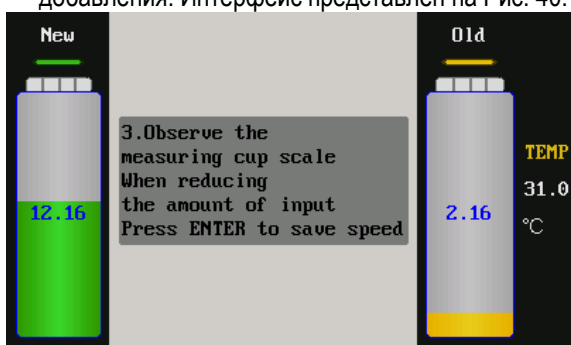

Рис. 40
- 13) Согласно подсказкам на экране интерфейса ввести объем (например, 0,3 л) моющего средства, которое следует добавить в систему, а затем нажать кнопку ENTER для начала добавления. Интерфейс представлен на Рис. 40.